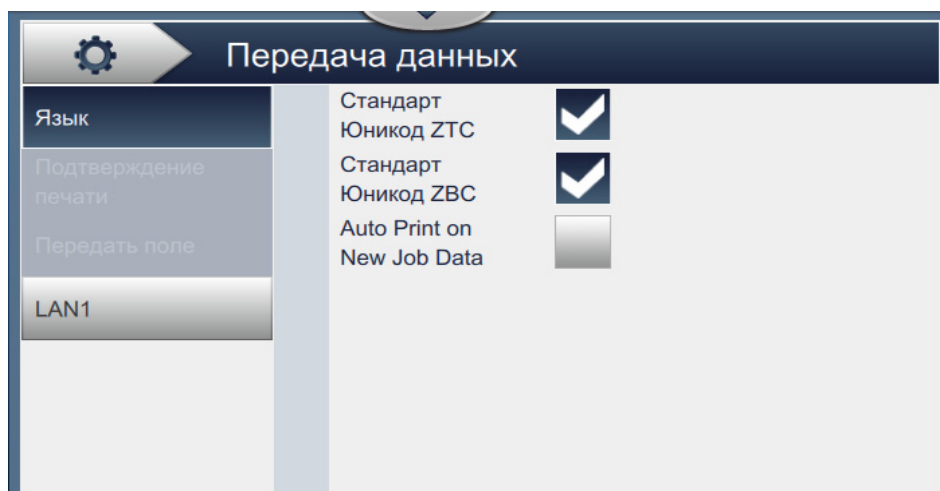

Рис. 6-16: Экран «Обмен данными»
1. Нажмите кнопку  на экране «Инструменты». Откроется экран «Обмен данными», как показано на Рис. 6-16.